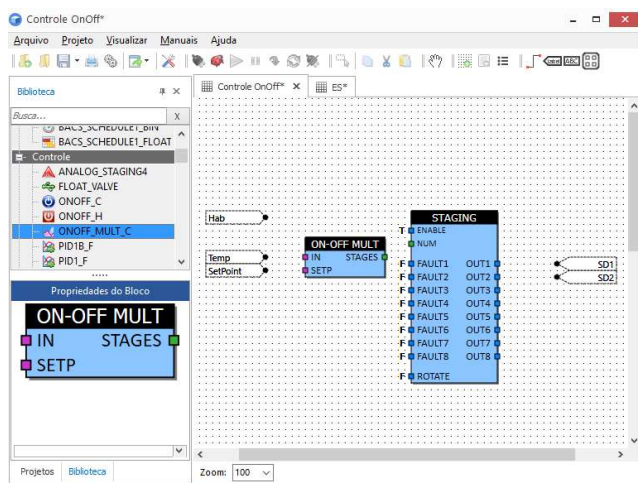

Figura 12
4. Busque o bloco ONOFF_MULT_C na categoria "Controle" e o arraste para o diagrama; (Figura 12)